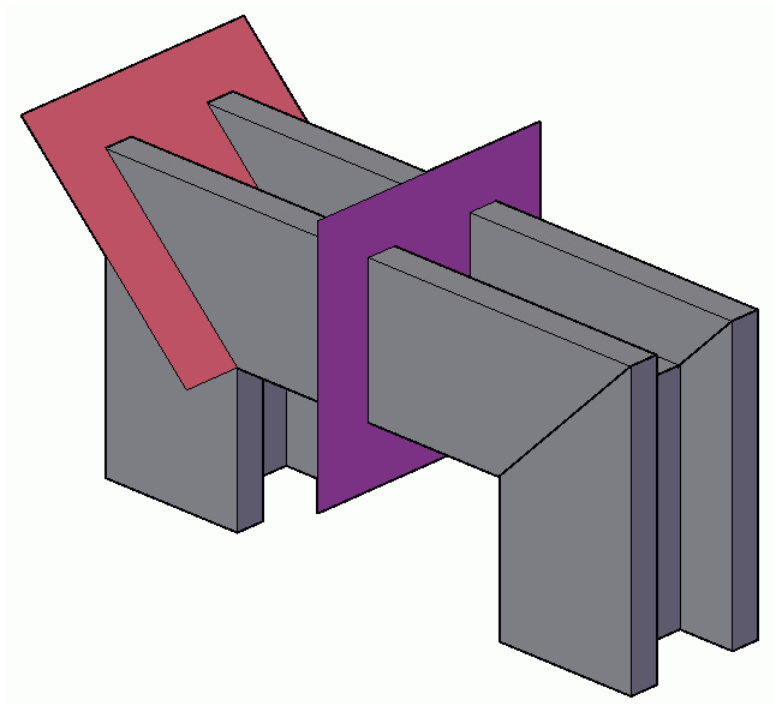

Abb. 3 Ergebnis
4. An der Schnittebene kann das Objekt gespiegelt werden, womit wir die Hälfte des endgültigen Teiles erhalten. Anschließend lassen sich diese zwei Teile wiederum an einer lotrechten Objektebene spiegeln (Abb. 3).